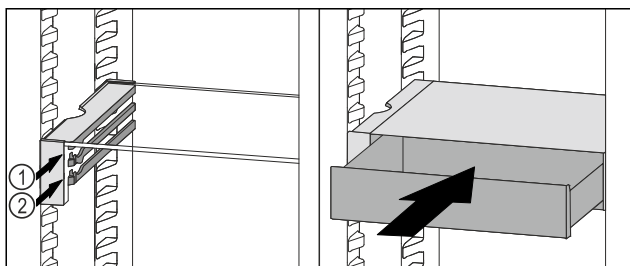

Fig. 121
- Установите выдвижной ящик VarioSafe за стопоры на требуемый выступ Fig. 121 (1) или Fig. 121 (2).